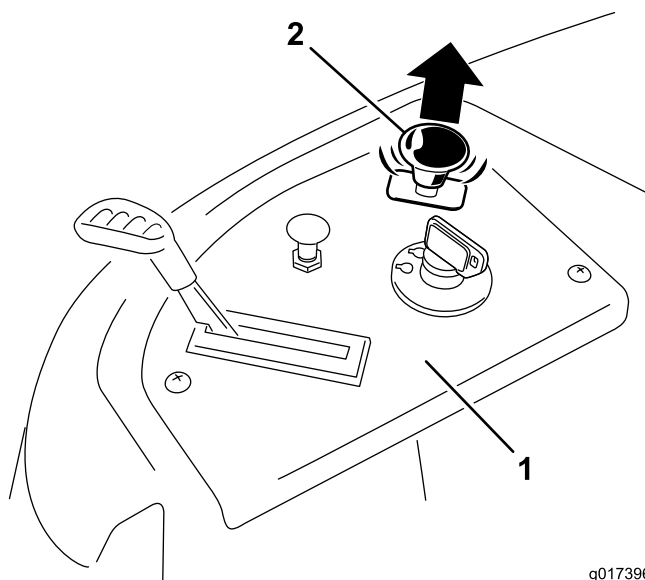

Figure 16
3. Tirez sur la commande des lames pour la placer en position engagée et engager les lames (Figure 16).